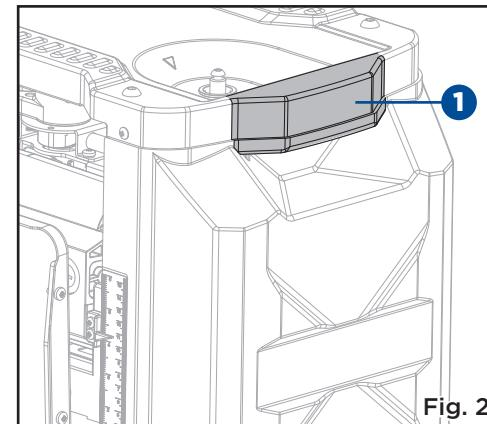

Fig. 2
**TRANSPORT DE LA RABOTEUSE (Fig. 2)**